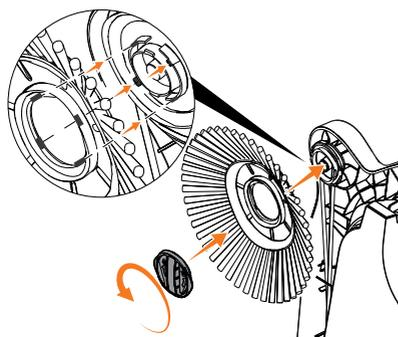

Рис. 4
- Установите щетки в передней части подметальной машины (Рис. 4), щетины щетки должны быть направлены от корпуса изделия.
- Осмотрите боковые щетки. При необходимости очистите их или замените при сильном износе. Для замены щеток, поверните зажимы щеток по часовой и снимите их (Рис. 4).